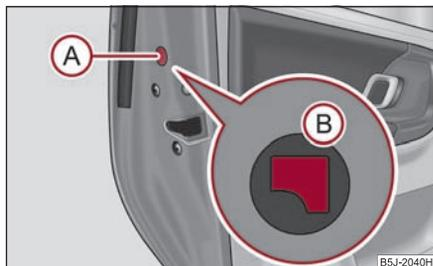

Fig. 38 Bloqueo de emergencia de la puerta
- Desmontar el paramento **(A)** ⇒ fig. 38.